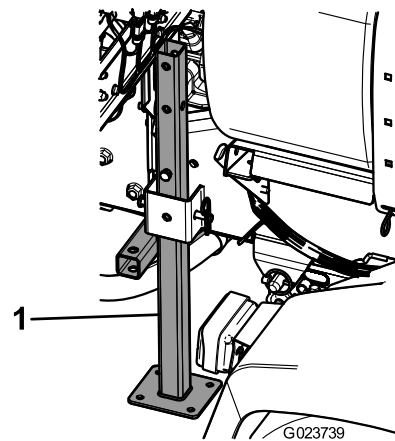

Bild 41
3. Setzen Sie die hinteren Stützböcke von unten in den Rahmen in der Nähe der hinteren Vergurtungsstellen ein (Bild 41).